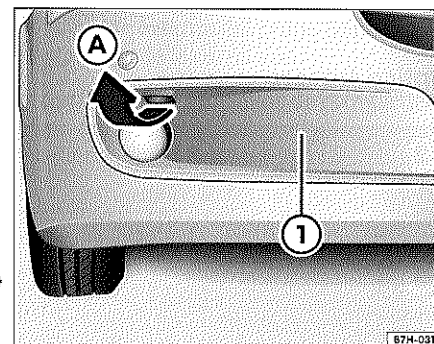

Fig. 39 Desmontaje de la cubierta del paragolpes delantero
3. Tire de la cubierta del paragolpes ① en la dirección de la flecha, sujetándola por el rebaje ⇒ fig. 39 A.
5. Sustituya la lámpara ⇒ ①.
8. Coloque nuevamente la cubierta en el paragolpes ⇒ página 101, fig. 39 ① y presione sobre ella con fuerza hasta que encastre.